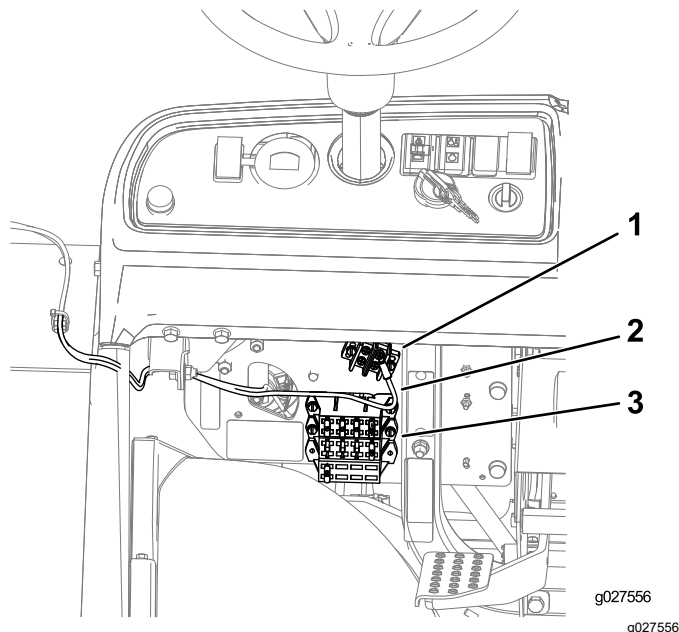

Figure 14
2. **Workman MDX/MDXD :** Connectez la cosse annulaire du faisceau au bornier de masse sur le support central de la planche de bord (A de Figure 14), et insérez le connecteur du porte-fusibles et le fusible (30 A) dans une connexion libre du porte-fusibles (B de Figure 14).
3. **Workman MD/MDE :** Connectez la cosse annulaire du faisceau au bornier de masse et insérez le connecteur du porte-fusibles et le fusible (30 A) dans une connexion libre du porte-fusibles (B de Figure 14).